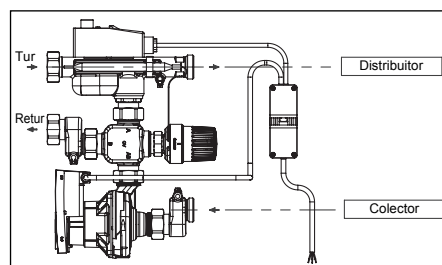

Fig. 6.2 Sensul de curgere
- Aceste poziții de montaj trebuie respectate obligatoriu și la racordarea conductelor distribuitorului (vezi fig. 6.2)!